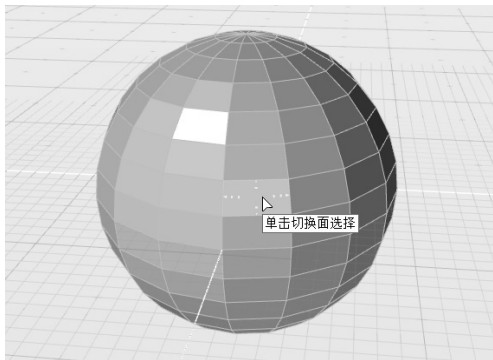

图 6-33 将鼠标光标移动到任意面上
3) 将鼠标光标移动到一个面上, 该面呈现预选高亮, 同时面上会显示 4 个方向的虚线箭头, 如图 6-33 所示。